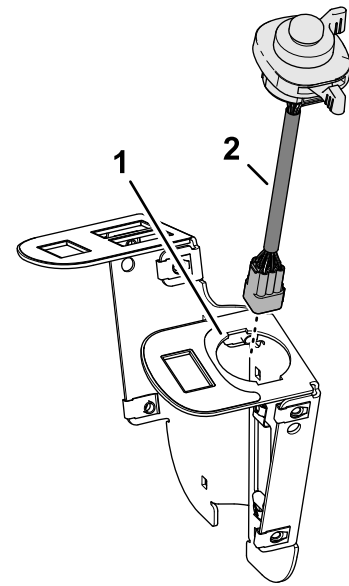

Figure 27
2. Insérez le commutateur multifonction dans le trou de 100 mm (2 po) du support, comme montré à la Figure 27.